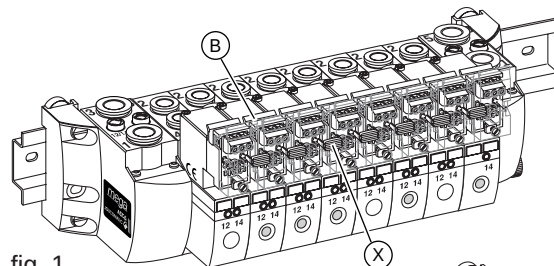

fig. 1
Коннекторы IP20 (рис. 1) с встроенным светодиодом и ограничителем пикового напряжения, с резьбовыми клеммами, для установки в шкафу управления. Установкой джампера (X) между коннекторами можно объединить систему для питания от единого источника.